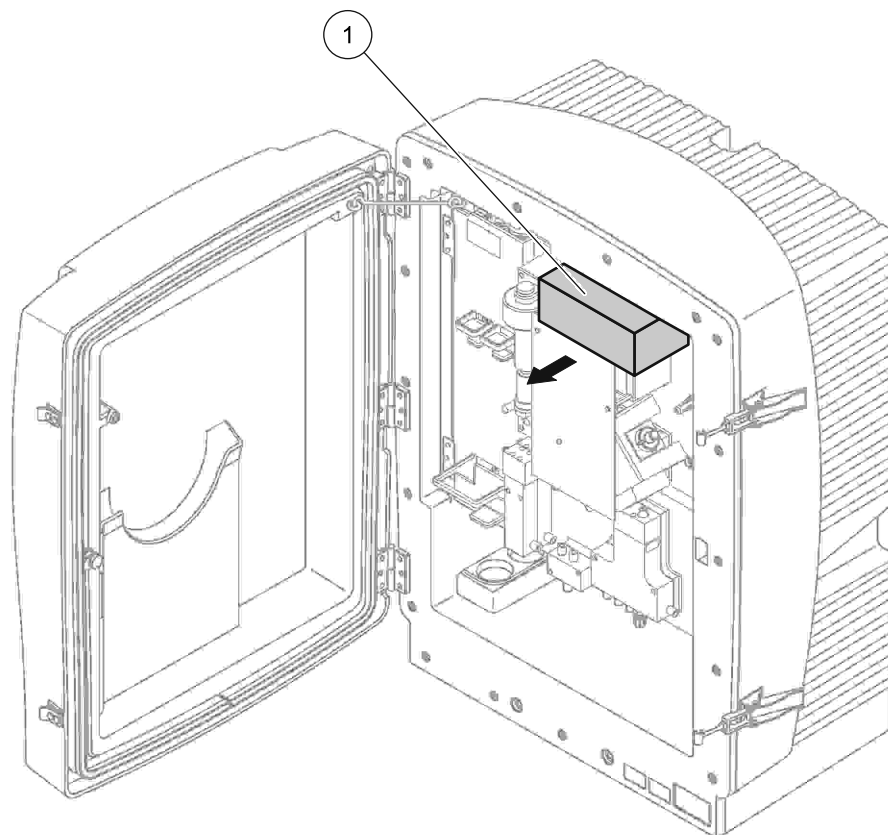

Figure 9 Déposez les dispositifs de sécurité pour le transport du panneau d'analyseur
2. Démontez le dispositif de sécurité pour le transport sur la platine de l'analyseur (Figure 9).